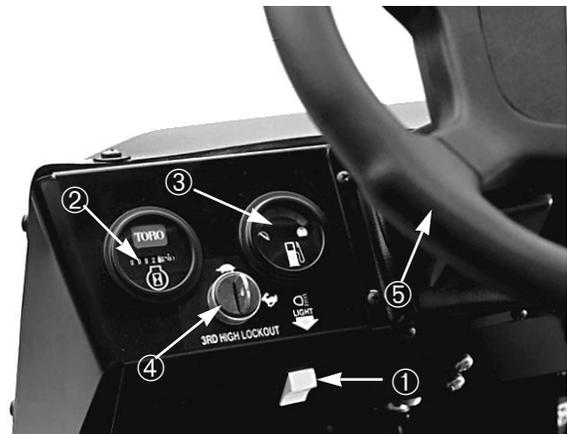

Bild 8
**Zündschloß** (Bild 8)—Das Zündschloß, mit dem der Motor gestartet und abgestellt wird, hat drei Positionen: AUS, LAUF und START. Den Zündschlüssel im Uhrzeigersinn drehen—d.h. auf START—um den Anlasser zu aktivieren. Den Schlüssel loslassen, sobald der Motor angesprungen ist. Der Schlüssel kehrt automatisch in die EIN-Stellung zurück. Zum Abstellen des Motors den Schlüssel im Gegenuhrzeigersinn auf AUS drehen.
**Ladezustandslampe** (Bild 8)—Leuchtet auf, wenn die Batterie entladen wird. Wenn diese Lampe während des Betriebs aufleuchtet, das Fahrzeug zum Stillstand bringen, den Motor abstellen und auf mögliche Ursachen kontrollieren, wie z.B. Bruch des Treibriemens der Lichtmaschine.
**Betriebsstundenzähler** (Bild 8)—Zeigt die Stunden an, die von der Maschine absolviert wurden. Der Betriebsstundenzähler beginnt zu laufen, sobald der Zündschlüssel auf EIN gedreht wird.
**Lichtschalter** (Bild 8)—Mit diesem Schalter werden die Scheinwerfer ein- und ausgeschaltet. Zum EIN-SCHALTEN den Taster drücken.
**Kraftstoffuhr** (Bild 8)—Zeigt den Stand im Kraftstofftank an. Funktioniert nur, solange der Zündschlüssel auf EIN steht.
**Sperrschalter für den 3. Gang** (Bild 8)—Verlegen
**Lenkrad** (Bild 8)—Lenkt das Fahrzeug. Sollte der Motor abwürgen oder die Servolenkung ausfallen, wird ein höherer Kraftaufwand zum Lenken erforderlich.